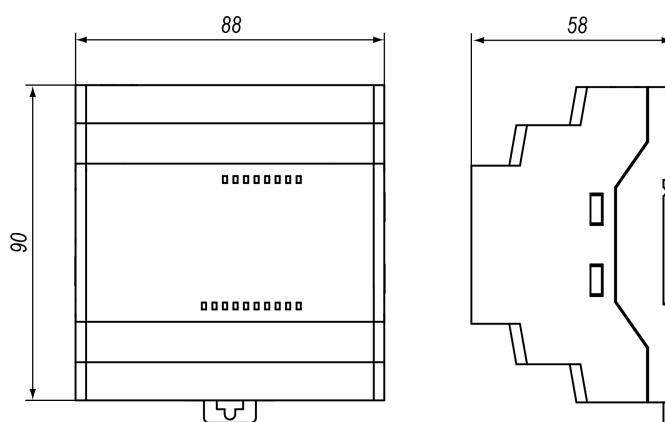

Рисунок 4.1 – Габаритные размеры
1. Подготовить на DIN-рейке место для установки в соответствии с размерами прибора (см. рисунок 4.1).